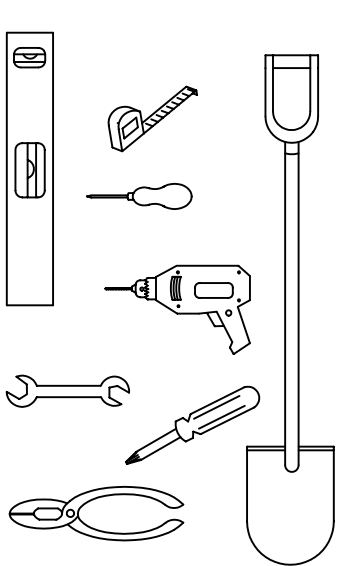

FIG. 1
- 1. WEATHER WARNING ! DO NOT ERECT YOUR BUILDING ON A WINDY DAY. ANY BUILDING LEFT PARTIALLY CONSTRUCTED MAY BE SERIOUSLY DAMAGED (FIG.1).**
- 3. ALL ASSEMBLY OPERATIONS MUST TAKE PLACE ON A COMPLETELY LEVEL SURFACE (FIG. 1)**
- 1. TEMPÊTE DE VENT: NE JAMAIS MONTER VOTRE ABRI PAR GRAND VENT. NE PAS LAISSER UN ABRI PARTIELLEMENT MONTÉ, LES PIÈCES POUVANT ÊTRE ENDOMMAGÉES (FIG. 1).**
- 3. TOUTES LES OPÉRATIONS DE MONTAGE DOIVENT ÊTRE RÉALISÉES SUR UNE SURFACE PLANE (fig 1).**
- 1. AVISO DE TEMPESTADE! NÃO PROCEDA À MONTAGEM DO SEU ABRIGO NUM DIA VENTOSO. QUALQUER ABRIGO DEIXADO PARCIALMENTE MONTADO PODE FICAR SERIAMENTE DANIFICADO (FIG. 1).**
- 3. TODAS AS OPERAÇÕES DE MONTAGEM DEVEM SER EFECTUADAS NUMA SUPERFÍCIE COMPLETAMENTE NIVELADA (FIG. 1).**
- 1. PRESTE ATENCIÓN A LA METEOROLOGÍA. NO INTENTE LEVANTAR EL EDIFICIO EN UN DÍA DE VIENTO. CUALQUIER COMPONENTE QUE QUEDE A MEDIO MONTAR PUEDE SUFRIR DAÑOS IMPORTANTES. (FIG. 1).**
- 3. TODAS LAS OPERACIONES DE MONTAJE DEBEN DE REALIZARSE SOBRE UNA SUPERFICIE TOTALMENTE PLANA Y AL MISMO NIVEL. (FIG. 1)**